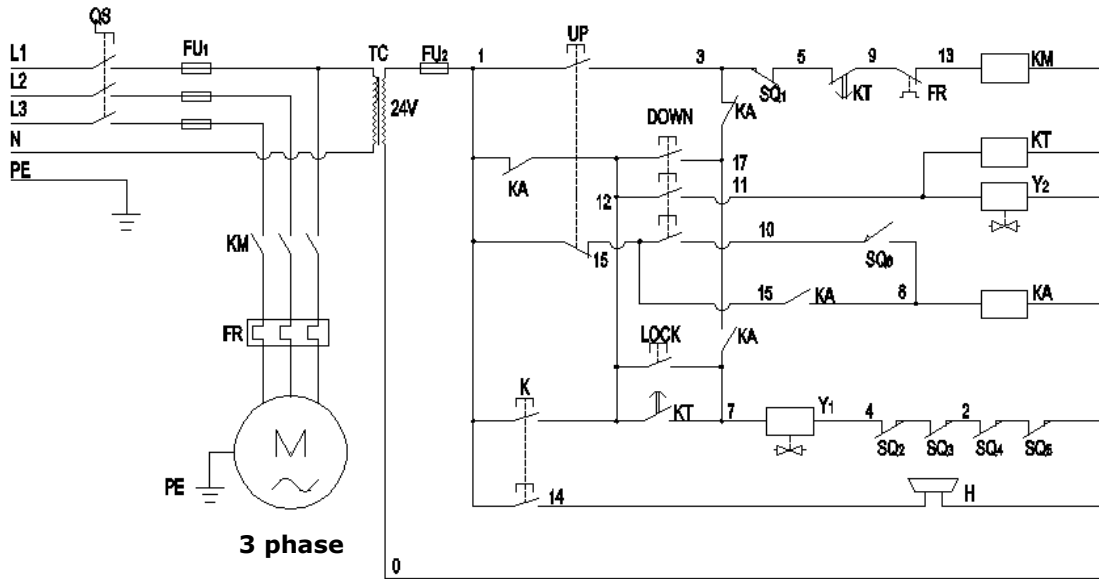

Fig. 37
6.3 380V Circuit diagram (See Fig. 37)